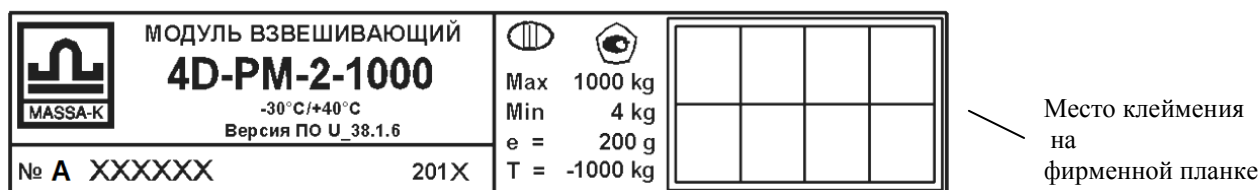

Рис. 16.2 – Пример фирменной планки
16.1 Метрологические характеристики модуля (класс точности, Max, Min, e, d) указаны на фирменной планке, закреплённой на раме модуля (Рис.16.2).
Оформите результаты поверки: нанесите на фирменную планку модуля (Рис.16.2) отпечаток поверительного клейма поверяющего.